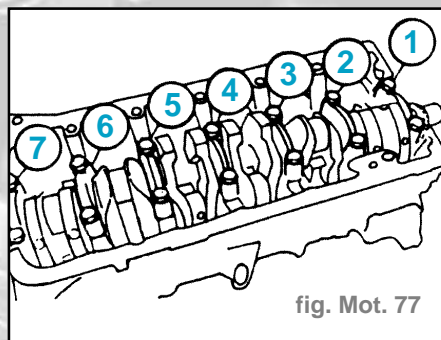

fig. Mot. 77
- Déposer les chapeaux de palier (**1 à 7**) et soulever le vilebrequin (fig. Mot. 77).